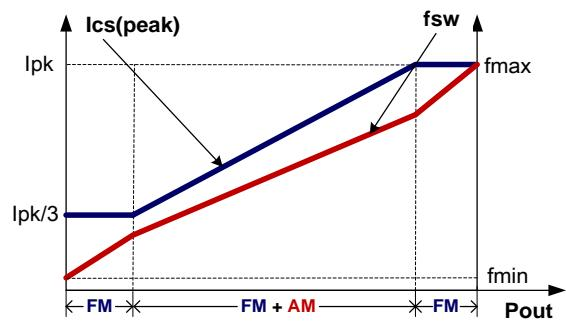

图4
如图4所示，为了满足严苛的平均效率和待机功耗要求，AS7016AQ采用了调幅控制 (AM) 和调频控制 (FM) 结合的多模式控制技术。